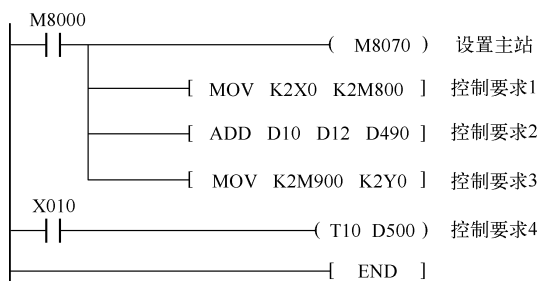
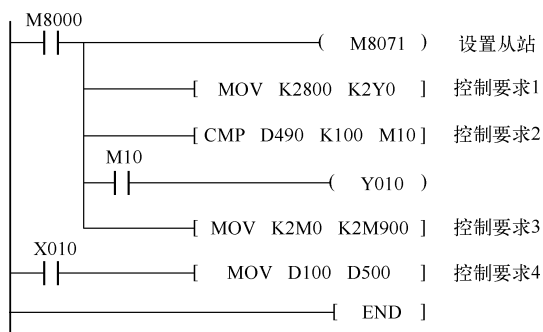

图 9-36 高速模式下主站程序
图 9-37 高速模式下从站程序
**【例 9.4】**有两台 PLC 采用高速并行通信模式，要求两台 PLC 之间能够完成如下的控制要求：①当主站的计算值  $D10 + D12 < 100$  时，从站 Y0 为 ON；②将从站数据寄存器 D100 的值传送到主站，作为主站计数器 T10 的设定值；③主站点输入 X0 ~ X7 的 ON/OFF 状态输出到从站点的 Y0 ~ Y7；④从站点的 MO ~ M7 的 ON/OFF 状态输出到主站点的 Y0 ~ Y7。试根据控制要求设计主从站点梯形图。
**解：**根据题意，设计的主从站梯形图程序如图 9-36 和图 9-37 所示。